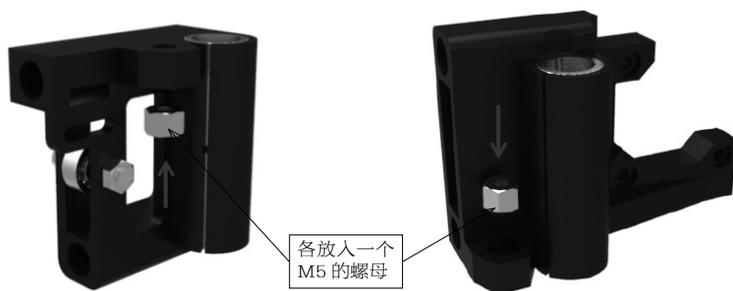

图 3-39 在安装孔中放入 M5 的螺母
(3) 在 X End Idler 和 X End Motor 塑料件中放入 M5 的螺母, 其中应该正好有它们的六角形安装孔, 如图 3-39 所示。